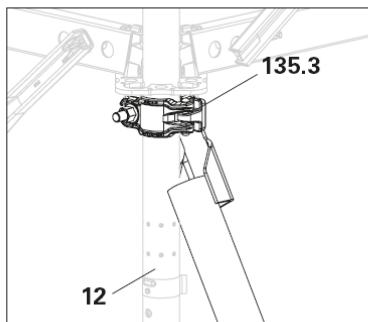

Fig. A15.04a.
(Fig. A15.04a) :
2. À partir d'un poste de travail sécurisé, monter le collier supérieur (135.3) sur le montant vertical (12). Amener le collier le plus près possible de la rosette et serrer. (Fig. A15.04a)